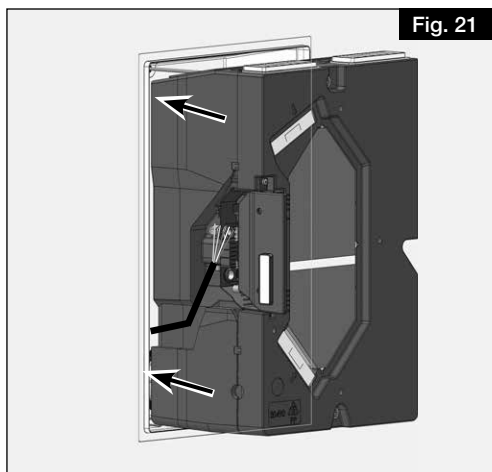

Fig. 21
4. Insérer l'appareil à moitié dans l'élément de montage mural afin de pouvoir raccorder le câble d'alimentation (voir Fig. 21).